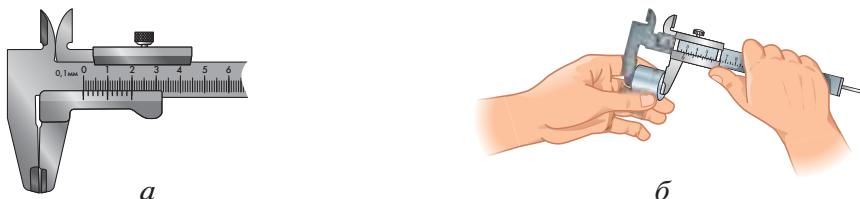

Рис. 5.14. Измерение штангенциркулем:
- ▶ 1. Перед началом измерений следует проверить исправность штангенциркуля. Для этого нужно сомкнуть губки инструмента и посмотреть, совпадает ли нулевой штрих нониуса с нулевым штрихом на шкале штанги (рис. 5.14, *а*).
- ▶ 2. Если штангенциркуль исправен, то можно производить измерение. В одну руку нужно взять измеряемую деталь, в другую — штангенциркуль. Большим пальцем следует перемещать рамку до соприкосновения губок с поверхностью детали (рис. 5.14, б).